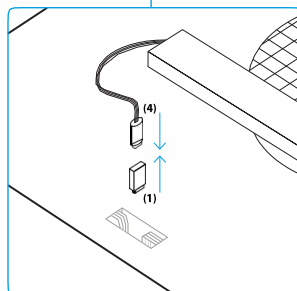

Fig. 3 Montaggio semplificato del ricevitore
Fig. 3 Montaggio semplificato del ricevitore. Il ricevitore può essere facilmente installato senza attrezzature aggiuntive: Rimuovere il dispositivo (1) sulla parte superiore della cappa e inserire il ricevitore (4).